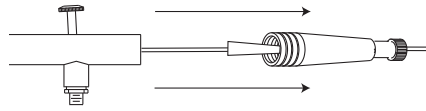

Figura 20
3. Después de que la mordaza de la aguja esté totalmente desentornillada, extraiga con cuidado la aguja fuera de la brocha neumática. Ver la Figura 20.